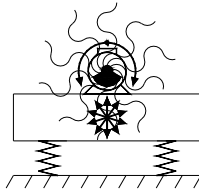

fig.1
- the rotation of an eccentric mass (ROTATIONAL VIBRATION) (fig. 1)
- dalla rotazione di una massa eccentrica (VIBRAZIONE ROTAZIONALE) (fig.1)